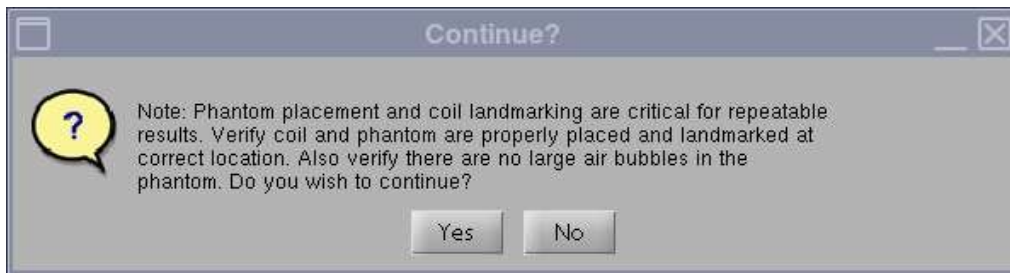

Рис. 4
3. После запуска будет выведено сообщение «Phantom placement and coil landmarking are critical for repeatable results» (Расположение фантома и регистрация положения катушки по ориентиру важны для получения воспроизводимых результатов). Если ориентир был установлен правильно, а в фантоме нет пузырьков воздуха, нажмите кнопку **[Yes]** (Да), чтобы продолжить. (См. Рис. 4).